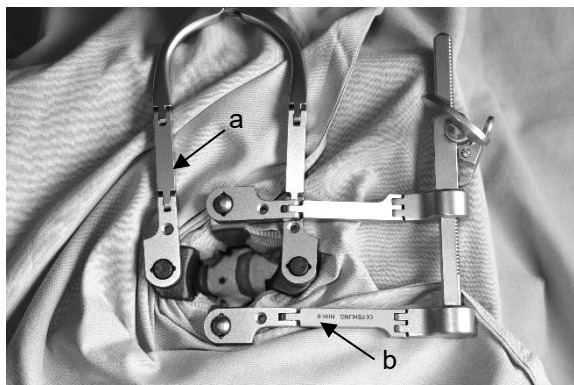

Abb. 4
1. Bevor der CASPAR Distraktor eingesetzt werden kann, ist das OP-Feld entsprechend zu präparieren (Abb. 4). Darauf wird im Weiteren nicht näher eingegangen.
In Abbildung 4 werden der ATLAS HWS-Spreizer Längsversion mit Doppelgelenk NHL-1 (a) und der ATLAS HWS-Spreizer Querversion mit Doppelgelenk NHL-9 (b) verwendet, um das umliegende Gewebe zu distrahieren.